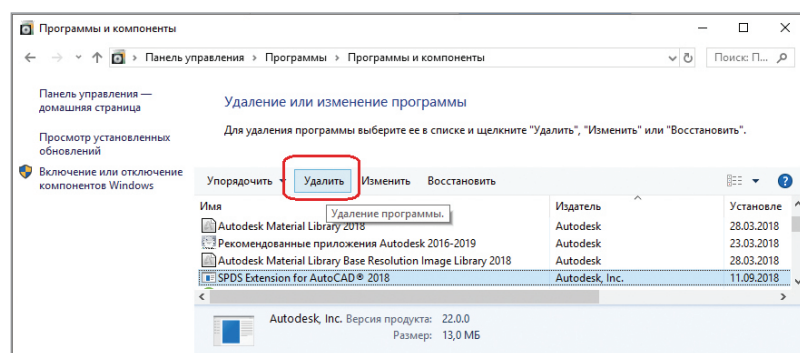

Рис. 10
1. Полное удаление приложения SDPS Extension через панель управления (рис. 10). Радикально, но спасает все прокси.